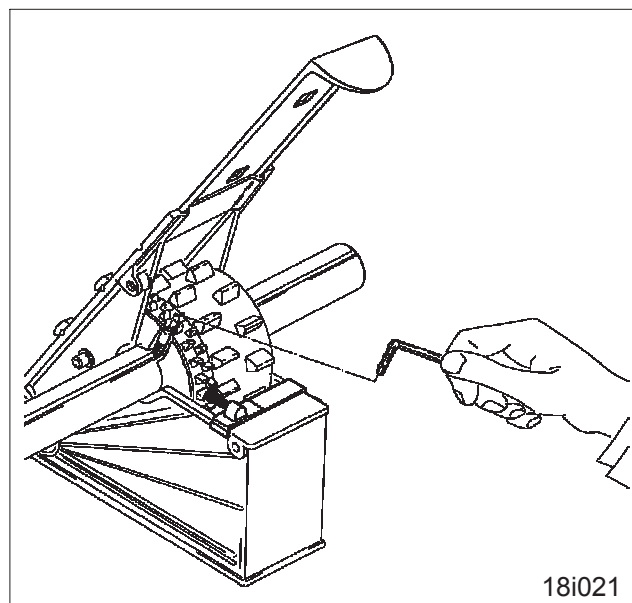

Fig. 18.26
- les roues de distribution entraînées par l'arbre de distribution (Fig. 18.26) entraînées par l'arbre de distribution sont fixées sur l'arbre de distribution par des tiges filetées enfichées dans les roues de distribution de précision. Dévisser les tiges filettées des nouvelles roues de jalonnage (voir Fig. 18.26) jusqu'à ce que les nouvelles roues de jalonnage tournent librement sur l'arbre de distribution.